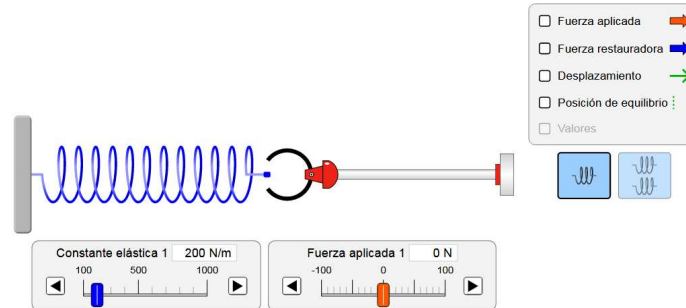

Figura No. 2
I.2 En la pantalla que muestra la *Figura No. 2*, habilite las casillas de desplazamiento, posición de equilibrio y valores.